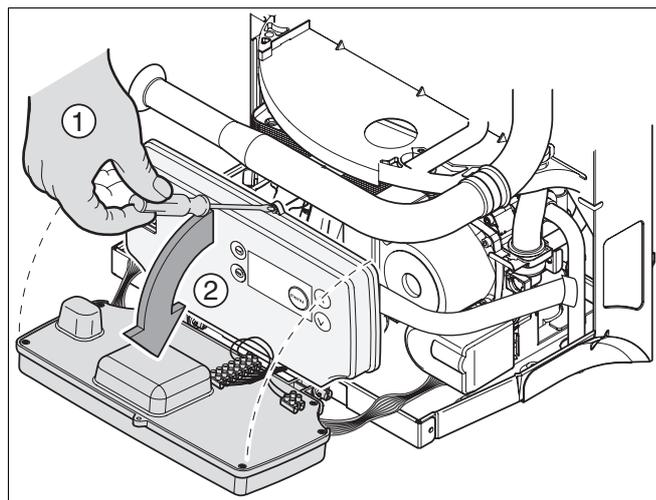

Fig. 11 Basculer le tableau de commande vers l'avant
- Desserrer la vis à tête du tableau de commande et basculer le tableau de commande vers l'avant (fig. 11).